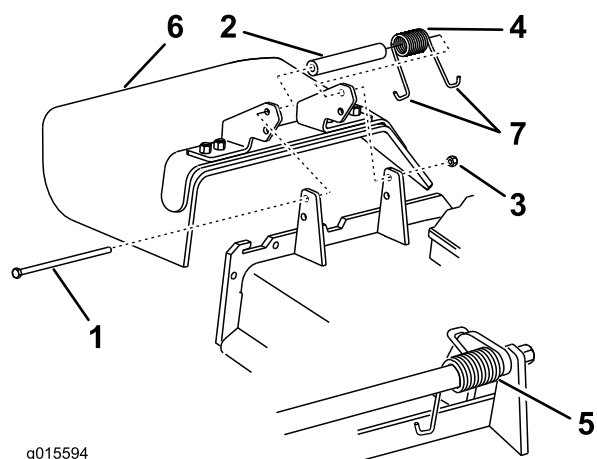

Figura 87
1. Togliete il dado di bloccaggio, il bullone, la molla e il distanziale che fissano il deflettore alle staffe orientabili del tosaerba (Figura 87). Togliete il deflettore di sfalcio se è danneggiato o consumato.
Nota: Verificate che un'estremità **J** della molla si trovi dietro il bordo del piatto di taglio prima di montare il bullone, come illustrato nella Figura 87.
- Montate il bullone e il dado. Infilate un'estremità a gancio **J** della molla attorno al deflettore dello sfalcio (Figura 87).